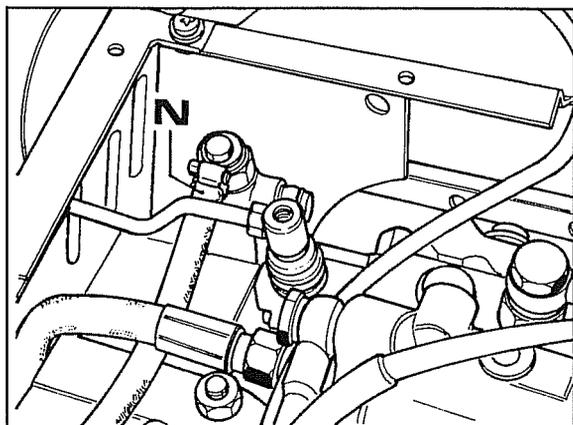
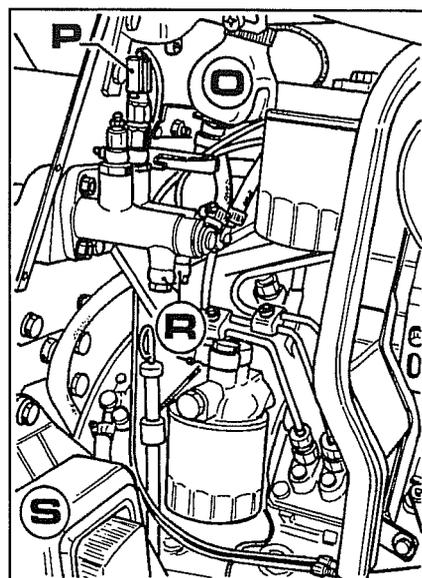

Fig. 11
Fig. 12
7. Après avoir vidé le réservoir d'huile des freins **O** fig. 12, débrancher la canalisation de refoulement **N** fig. 11 de la pompe de blocage du différentiel.
8. Débrancher les câbles électriques des blocs **P** fig. 12 du bulbe des feux de stop, puis les retirer par l'arrière.
9. Débrancher les canalisations de refoulement **R** fig. 12 des pompes des freins, sans oublier de les accompagner dans la phase de séparation de la machine afin d'éviter de les endommager.
10. Enlever les garde-boues **S** et **T** fig. 12 et 15 avec les câblages correspondants.